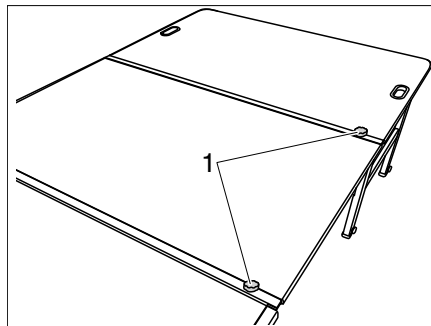

Bild 34 Sicherung anbringen
- Sternschrauben (Bild 34,1) in die beiden Schienenverbunde zur Sicherung einschrauben.